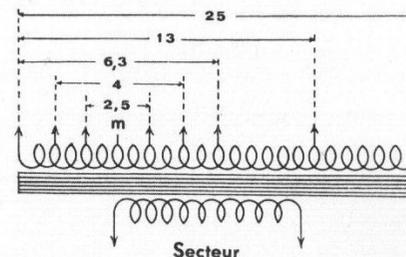

Fig. 9. — Transformateur d'alimentation filament
**Filaments.** — Cette alimentation est assurée par un transformateur assez particulier, établi d'après le schéma de la fig. 9.